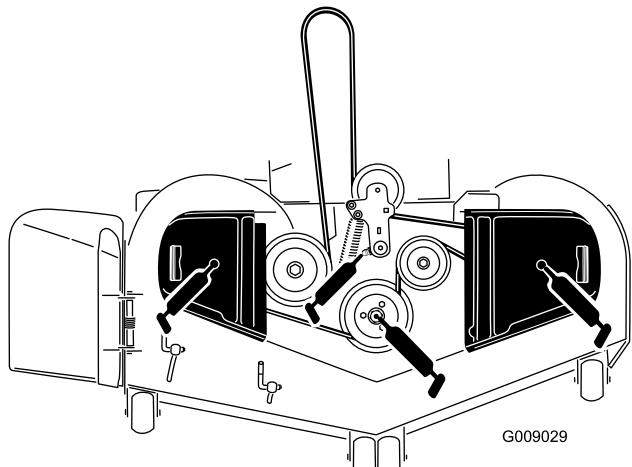

Figura 41
- Engrase el pivote de la polea tensora de la carcasa del cortacésped hasta que salga grasa por el extremo inferior (Figura 41).
- Engrase los tres cojinetes de los ejes hasta que rezume grasa de las juntas inferiores (Figura 41).